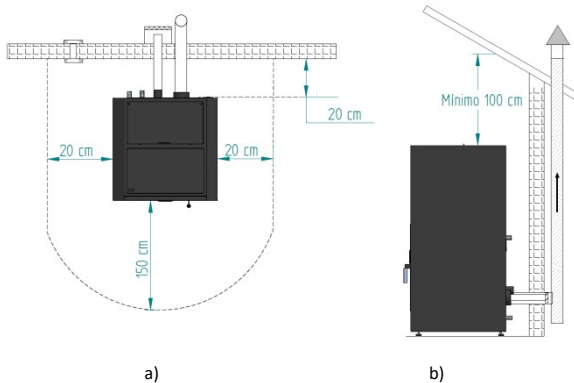

Figura 7 - Distâncias mínimas de todas as superfícies: a) vista superior da instalação do equipamento; b) vista lateral da instalação do equipamento
As distâncias mínimas da caldeira a *pellets* às superfícies especialmente inflamáveis estão representadas na Figura 7.
- Conforme indicado na Figura 7, a conduta de exaustão deve ser realizada de modo a que a limpeza e a manutenção sejam asseguradas pela inserção dos pontos de inspecção.